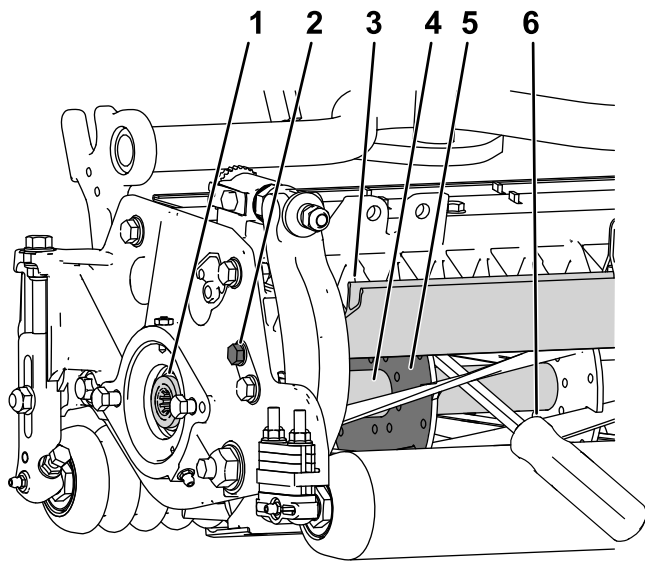

Bild 31
1. Lösen Sie die Schraube des Schutzblechs auf der linken Seite des Mähwerks und heben Sie das Heckschutzblech an (Bild 31).
2. Stecken Sie ein langes Hebeleisen (empfohlen 10 mm x 300 mm mit Schraubendrehergriff) durch die Rückseite der Spindel, nahe an der Seite des Mähwerks, die Sie anziehen werden (Bild 31).
3. Setzen Sie das Hebeleisen gegen die Schweißseite der Spindelhalterung (Bild 31).